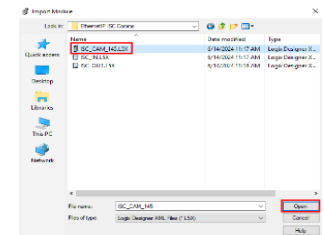

Figure 28: Import Module File Explorer
11. 一个文件资源管理器窗口“导入模块”将会被打开，找到 GED_ISC_CAM_v2.L5K 文件并“打开”该文件，见图 28。